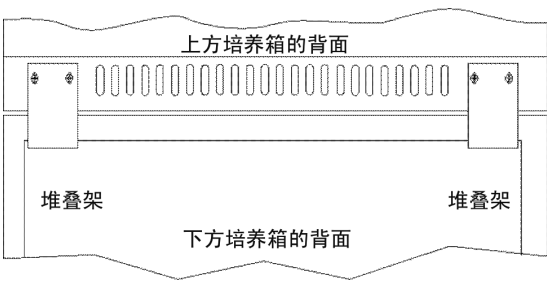

图 1-8. 将堆叠架安装在装置的背面
- 6. 将堆叠架的槽孔与上方培养箱背面的安装孔对齐。用部件包中附带的螺丝和的垫圈将堆叠架固定。请参阅图 1-8。